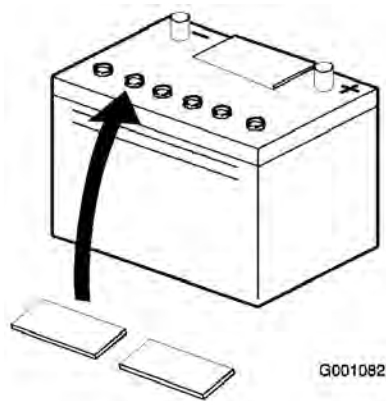

Figura 5
3. Pulire la parte superiore della batteria e togliere i tappi di sfato (Figura 5).
6. Montare i tappi di sfiato sulla batteria (Figura 5).